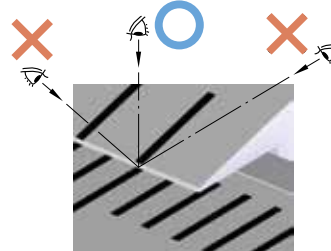

Fig. 6
2. Lea las graduaciones de la escala directamente desde el frente para evitar errores de paralaje. (Fig. 6)